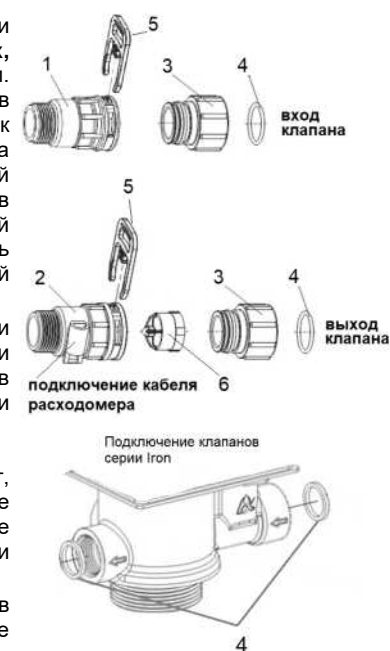

РИС. 4
9.11 Для Систем с управляющими клапанами **Q1Soft, Q1ProMix, Q34Soft, Q34ProMix, P1Soft, P1ProMix, P34Soft, P34ProMix** (см. Рис. 4): Поместите уплотнительные кольца 4 в соединительные гайки 3 и прикрутите ее к патрубкам управляющего клапана для впуска и выпуска воды. Вкрутите во впускной трубопровод быстросъемный фитинг 1, а в выпускной трубопровод – быстросъемный фитинг 2, в который устанавливается кабель счётчика. Вставьте датчик 6 в быстросъемный фитинг 2.
Внимание! При подключении клапанов управления серии Iron (рис.4), используйте уплотнительные кольца 4.